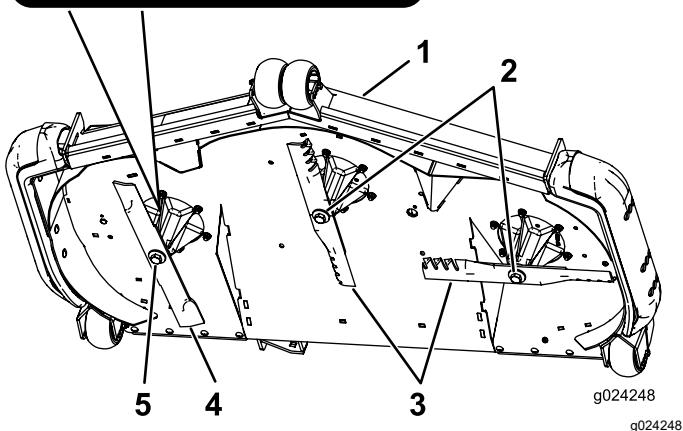

Figure 83
3. Enlevez de l'axe, le boulon de la lame droite (fileté à gauche), la rondelle bombée et la lame (Figure 83).
Remarque: Notez le type de lame et sa position de montage. Voir la Figure 83 pour la position correcte.